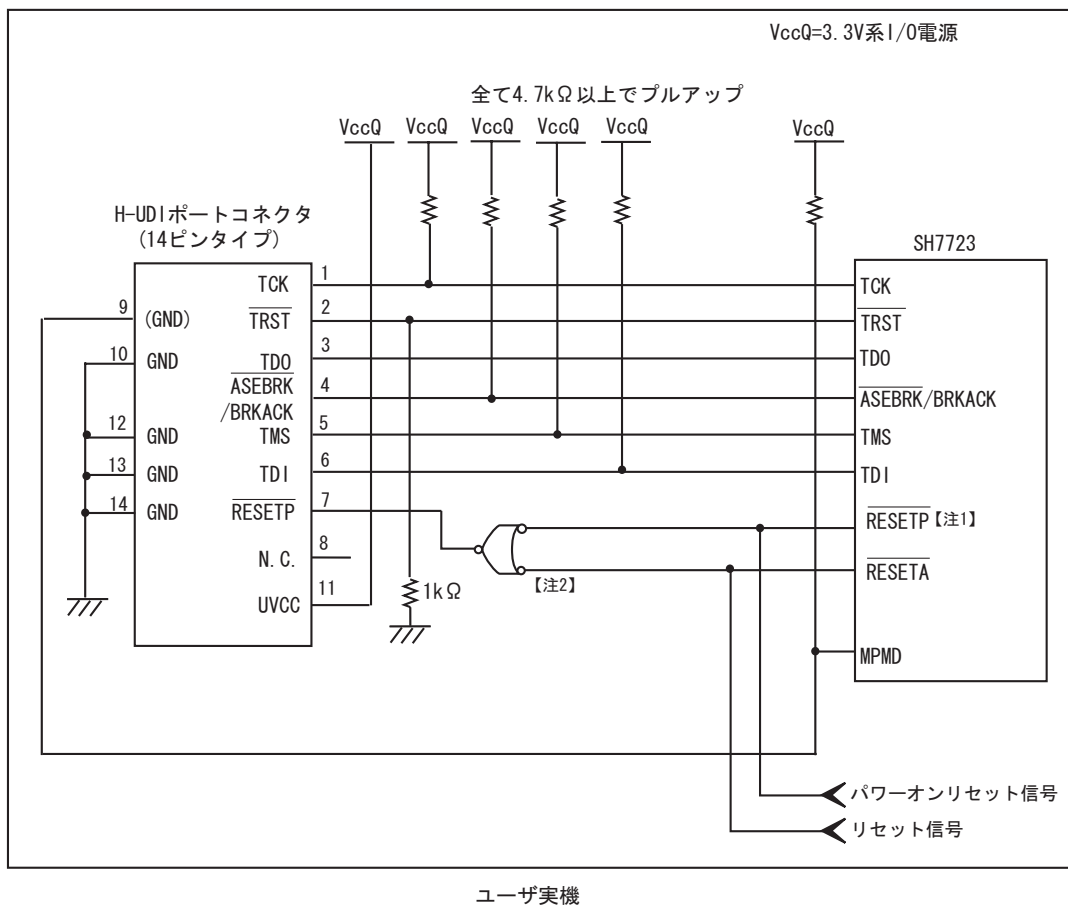

図 1.6 E10A-USB 使用時の H-UDI ポートコネクタ - チップ間の推奨接続例(14 ピンタイプ)
- 図1.6の回路を組んだ場合のE10A-USBエミュレータのスイッチ設定：SW2=1, SW3=1